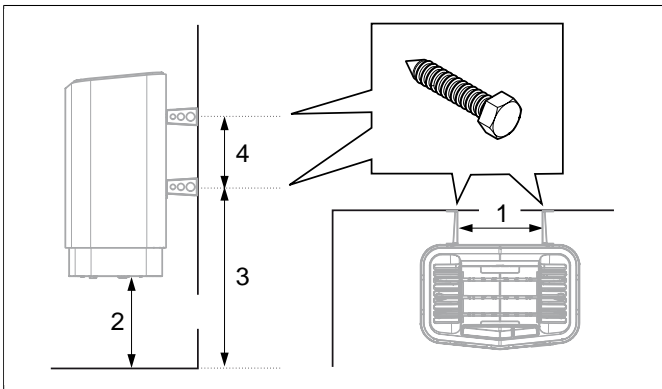

Abb. 10: Bemessung
9. Positionieren Sie die Schrauben der Halterung, siehe **Abb. 10**, Seite 5.